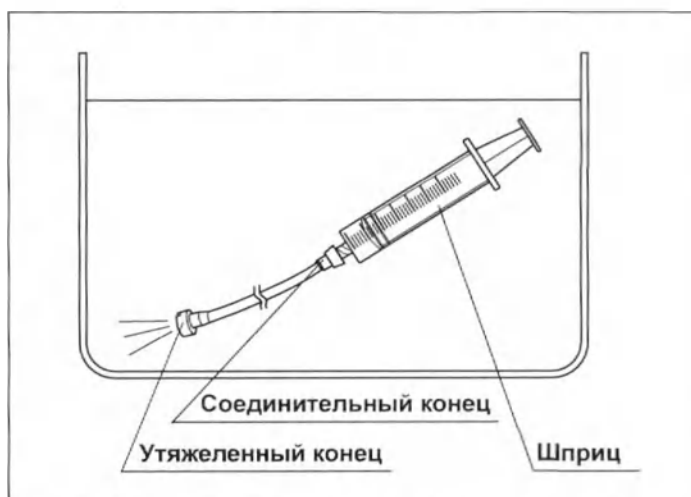

Рис. 6.29
- 1 Полностью погрузив шприц и адаптер для аспирационной очистки в воду для промывания, медленно наполните шприц водой для промывания, прижмите его к соединительному концу адаптера для аспирационной очистки и промойте адаптер 30 миллилитрами воды для промывания. Убедитесь в том, что из адаптера не выходят пузырьки воздуха. (см. рис. 6.29)